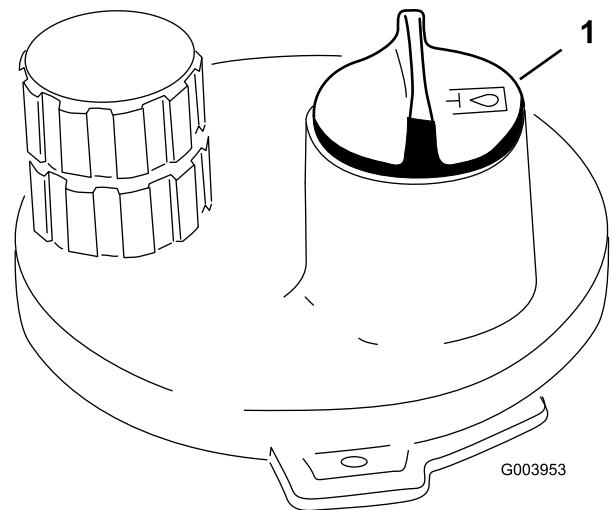

図 36
3. 油圧オイルタンクの注油口周辺をきれいに拭き、キャップ（図 36）を外す。給油口からキャップを取る。